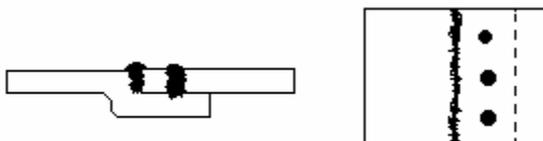

figura 10
2.5.- Soldadura superpuesta por puntos discontinuos y cordón MIG.- Es una unión bastante robusta, que en realidad es una asociación de los métodos 2.2. y 2.4, como se ve en la figura 10: